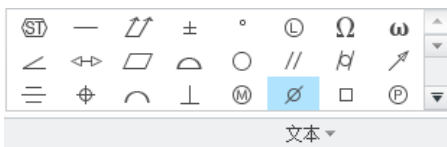

图 11.2.34 “文本”区域选项
Step5. 输入“1.未注铸造圆角均为 R2。”，按 Enter 键；输入“2.两个”，然后在图 11.2.34 所示的“格式”选项卡下 文本 区域中单击 按钮，输入“40 孔需精确定位。”，在图纸的空白处单击两次，退出注释的输入。